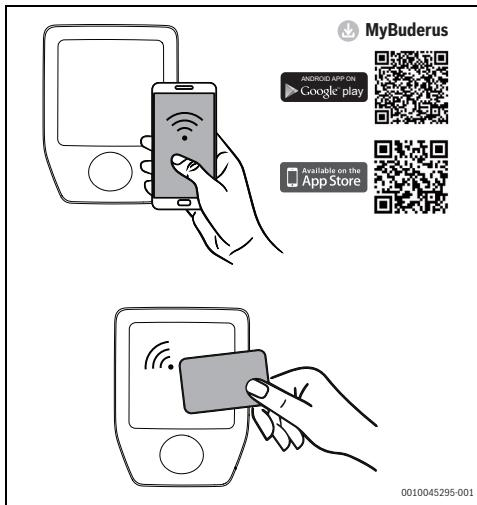

Bild 24 Authentifizierung über RFID-Karte
- Die Logavolt mit der RFID-Karte, der App oder über die externe Sperreinrichtung entsperren. Dieser Schritt ist optional (→ Abb. 24 und 23, Seite 19).